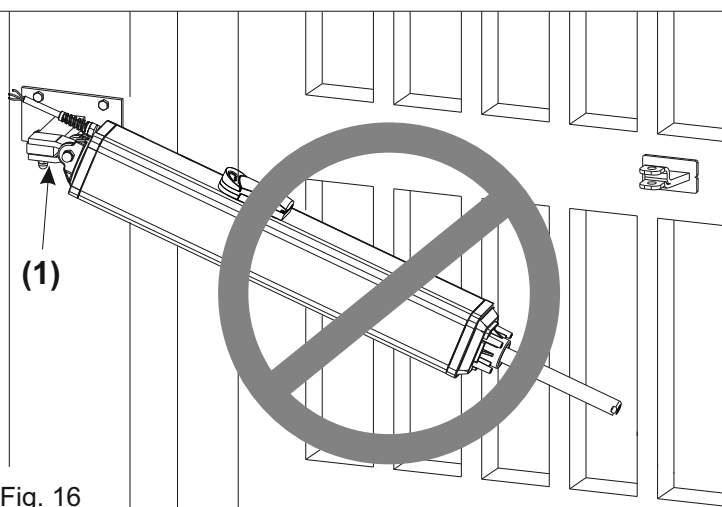

Fig. 16
No incline el operador más allá del ángulo permitido por la horquilla oscilante (1), de lo contrario podría romperse (Fig.16)